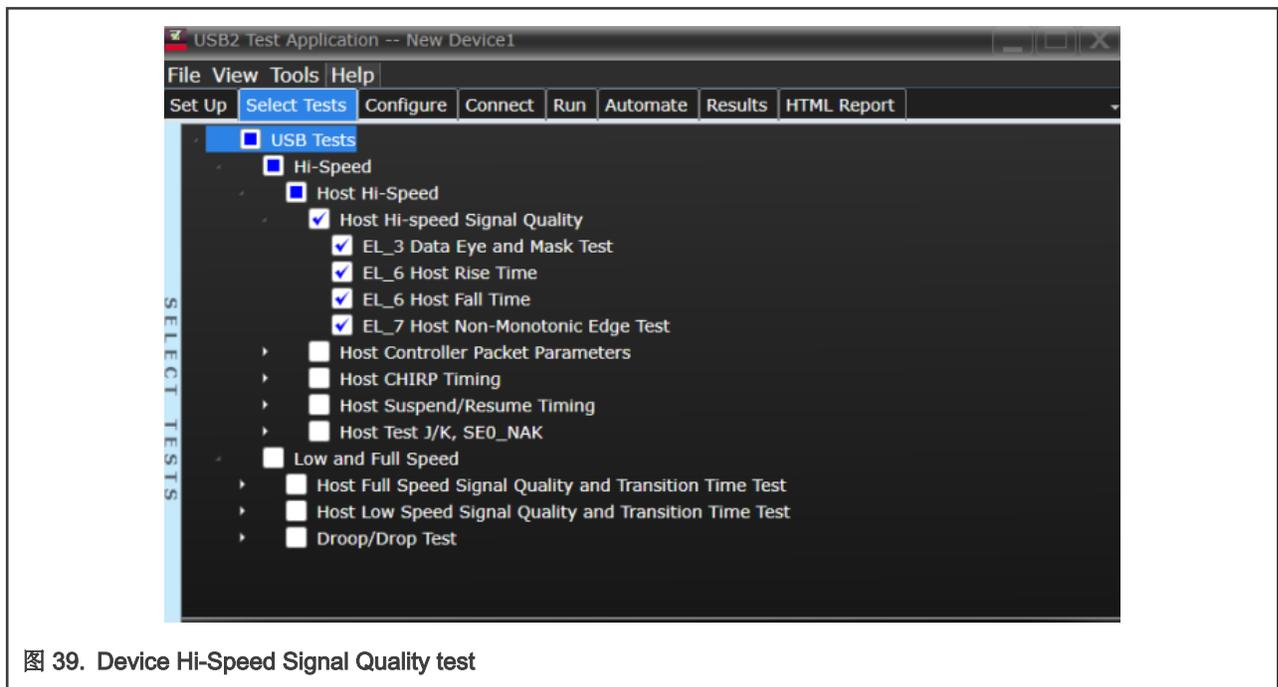

图 39. Device Hi-Speed Signal Quality test
1. 在示波器上的 USB 自动测试软件中选择测试项目，勾选如图 39 所示的测试项，并在 configure 选项卡中将测试类型设置为 Hi-Speed Near End。